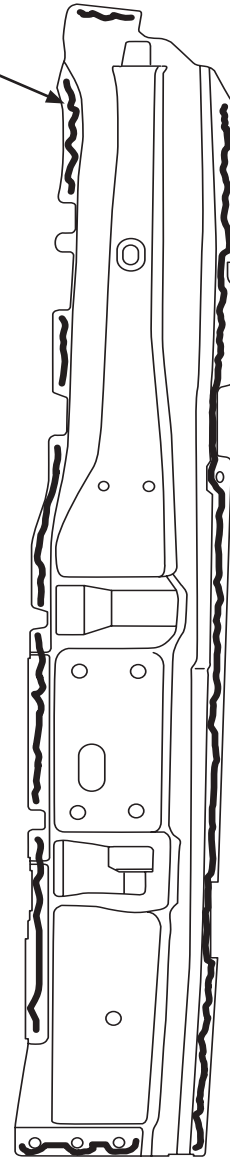

FIGURE 2
- Voir figure 2 pour l'emplacement de l'adhésif.